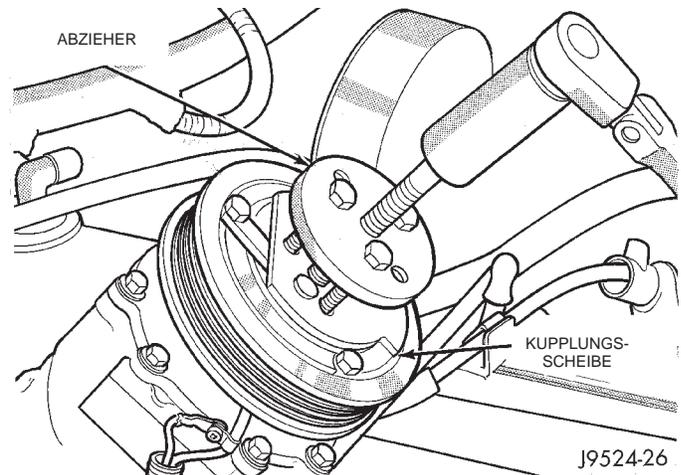

Abb. 20 Kupplungsscheibe ausbauen
(7) Kupplungsscheibe mit einem Abzieher (Spezialwerkzeug C-6461) ausbauen (Abb. 20).